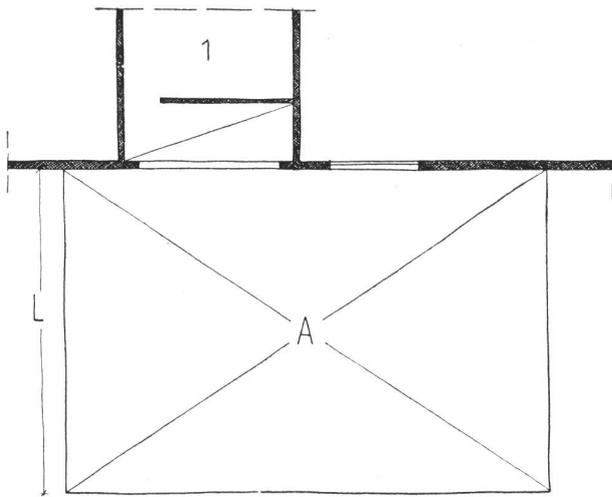
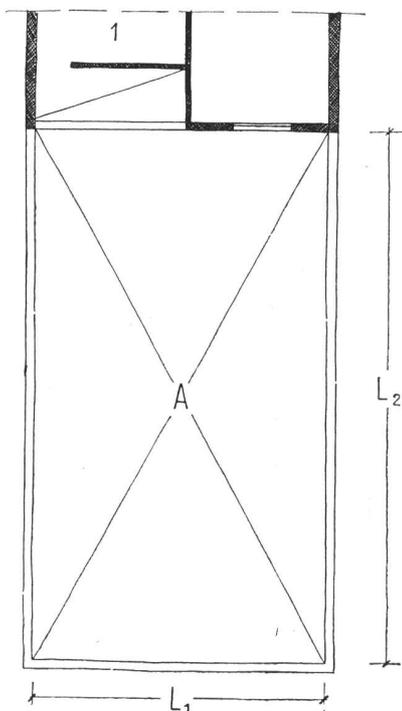

Fig. 2
Fig. 3
a) la galería cubierta deberá estar emplazada frente a la vía pública o bien a patio de una superficie mínima igual al quintuplo de la que determina el artículo 87 del Reglamento. La dimensión mínima del patio será, hasta los 10 m. de altura del edificio, igual al triple de la que establece el mismo artículo, e igual al doble a partir de los 10 metros (3) (fig. 2). Cuando el ancho del lote sea menor que el lado mínimo del patio (en cualquier altura), se permitirá disponer a este efecto un patio que ocupe todo el ancho del lote y compensar esta diferencia con el aumento de otra dimensión hasta obtener para el patio la superficie mínima exigida (fig. 3).